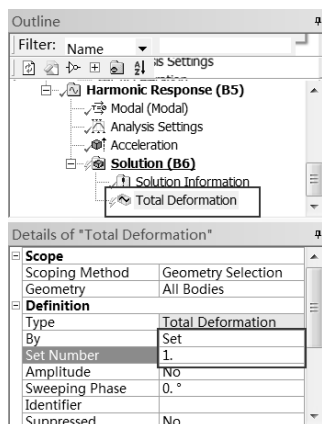

图 7-14 设置频率
Step3 : 选择 Solution 工具栏中的 Total Deformation (总变形) 选项, 在如图 7-14 所示的 Details of “Total Deformation” 中的 Definition By 中选择 Set 选项, 并在 Set Number 中输入 1。